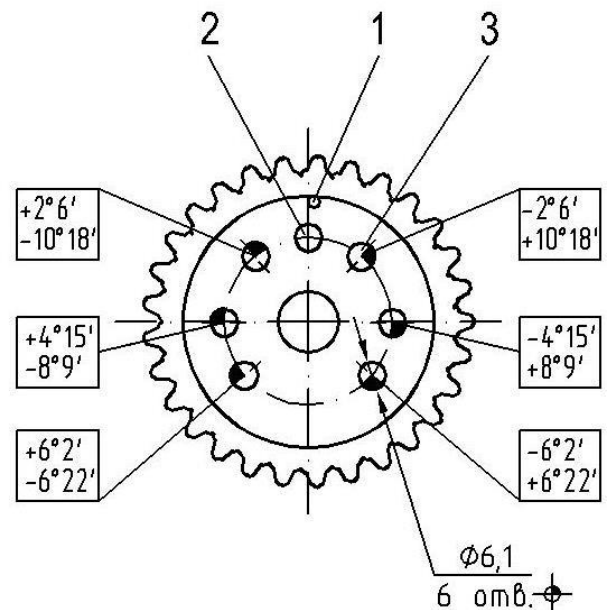

Рис.76. Дополнительные установочные отверстия в звездочках:
5. По установленному на звёздочке распределительного вала кондуктору 17-Ф-2349 просверлить в каждой звёздочке шесть дополнительных отверстий 3 (рис.76) $\varnothing 6,1$ мм.
В результате установке звёздочки распределительного вала на одно из дополнительных отверстий получится изменение угла установки распределительного вала, замеряемое с помощью шаблона кулачка и сектора, на величину в соответствии с рис.76.